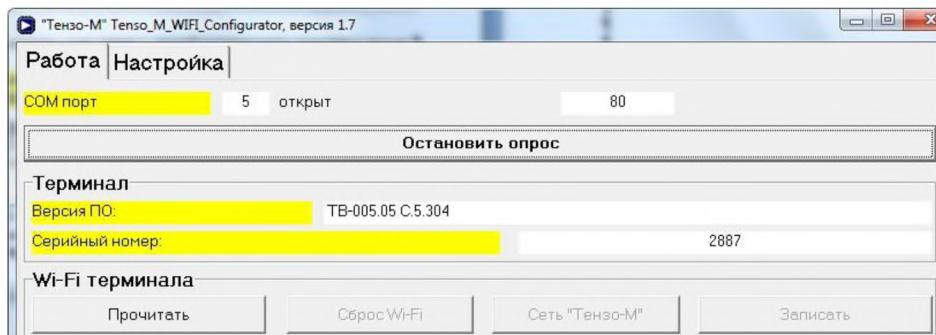

Рис. 6.2. Кнопка «Прочитать».
6.3. Нажмите на кнопку «Начать опрос». Программа начнёт опрос весового преобразователя. Если преобразователь будет обнаружен, то станет активной кнопка «Прочитать», см. рис. 6.2.